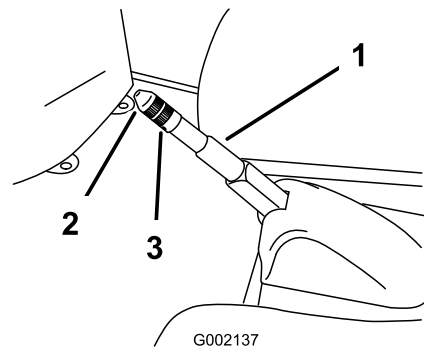

図 37
2. ブレーキレバーに調整ノブを固定している固定ネジをゆるめる（図 37）。